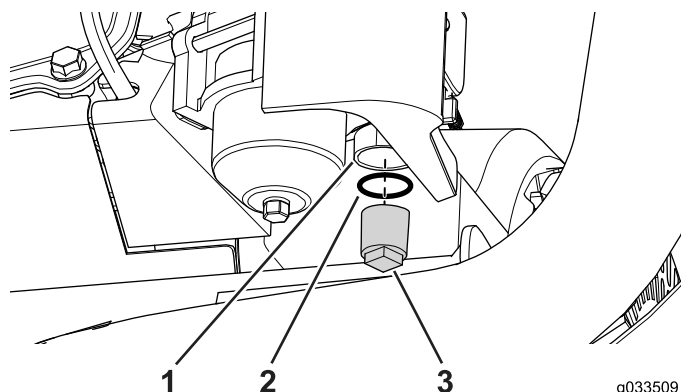

Figura 70
3. Coloque un recipiente de vaciado debajo del cuerpo de la válvula de cierre de combustible del carburador (Figura 70).
4. Enrosque la taza de sedimentos en sentido antihorario y retire la taza del carburador (Figura 70).
6. Ajuste en forma manual la taza de sedimentos en la carcasa de la válvula de cierre de combustible (Figura 70).